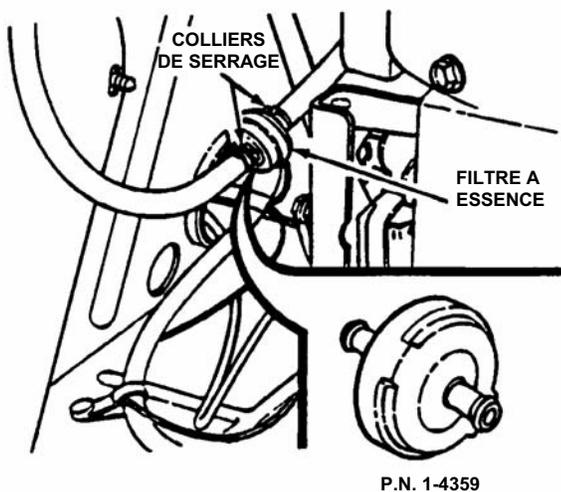

FIGURE 3.11
3. Installez un nouveau filtre. Voir la figure 3.11.
Avant de déposer le réservoir, amenez la tondeuse à l'extérieur, là où les vapeurs d'essence pourront se dissiper facilement. La dépose du réservoir de carburant se fait depuis le côté gauche de la machine, en sortant vers le haut le réservoir de son support. Voir la figure 3.11. En tenant le réservoir, retirez le bouchon puis versez le reste du carburant dans un récipient adapté.
Les réglages et les réparations qui suivent, concernant le plateau de coupe et ses composants, peuvent être faits par le propriétaire de la tondeuse. Toutefois, si vous rencontrez des difficultés en procédant à ces réglages ou réparations, nous vous recommandons de les faire faire par un revendeur agréé SNAPPER. FIGURE 3.11